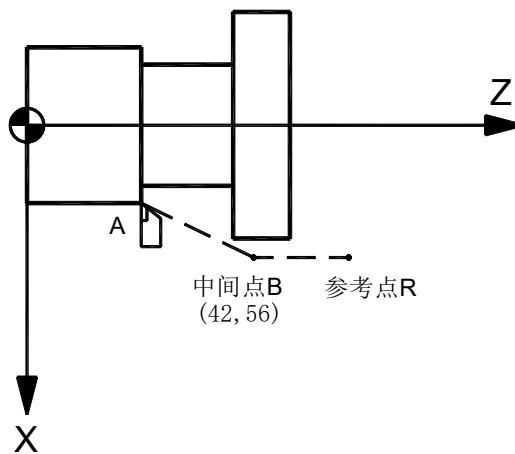

图 2-11
- (1) 通过[系统参数 0302]开放各轴回零功能;
- (2) 以快速回零速度由[系统参数 0311]设定从当前位置定位到指令轴的中间点位置 (A 点—B 点), 如图 2-11;
- (3) 执行回机械零点动作 (B 点—R 点);
- (4) 回零动作执行完成后, NC 会清除 G50 和机床清除操作产生的坐标偏置;